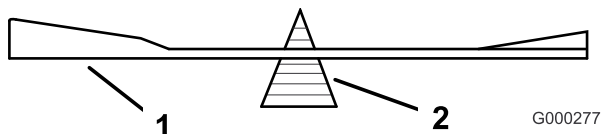

Figura 102
- Verifique el equilibrio de la cuchilla colocándola sobre un equilibrador de cuchillas (Figura 102).